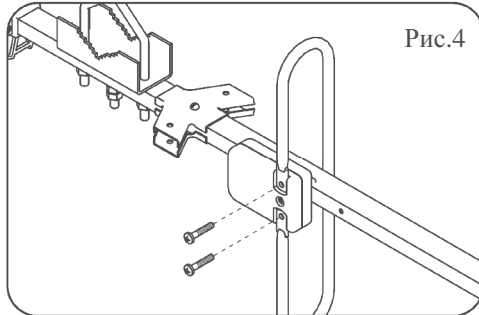

Рис.4
5.6. Установить петлевой вибратор в следующей последовательности(рис.4):